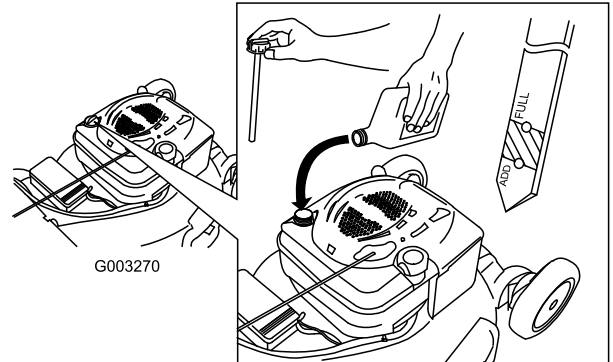

Bild 15
1. Nehmen Sie den Peilstab heraus und wischen Sie ihn ab. Stecken Sie ihn dann ganz ein (Bild 15).
2. Nehmen Sie den Peilstab heraus und prüfen Sie den Ölstand (Bild 15). Wenn der Ölstand unter der Nachfüll-Marke ist, gießen Sie **langsam** Öl in den Einfüllstutzen, um den Ölstand auf die Voll-Marke am Peilstab anzuheben. **Füllen Sie nicht zu viel ein.** (Max. Füllstand: 0,59 l des Typs: Waschaktives SAE 30W-Öl mit der Klassifizierung SF, SG, SH, SJ, SL oder höher durch das American Petroleum Institute (API).)